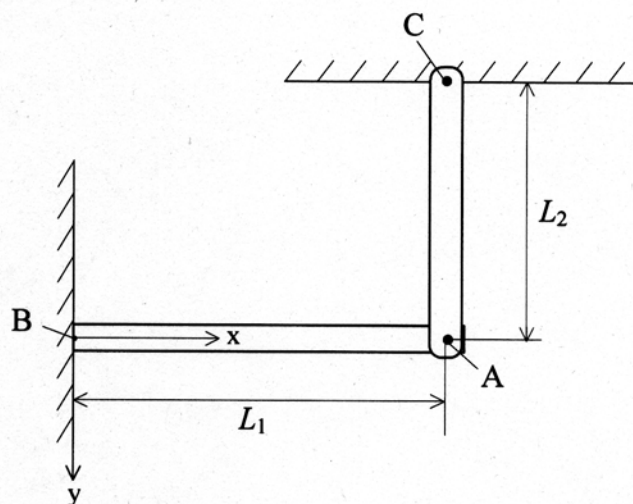

図 4-1
4. 図 4-1 に示すように、一様断面の片持梁 AB (長さ L_1 , ヤング率 E_1 , 断面二次モーメント I_1) の一端 B が剛体壁に固定され、他端 A がヒンジ(蝶つがい)を介して棒 AC (長さ L_2 , ヤング率 E_2 , 断面積 S_2 , 熱膨張係数 α_2) により拘束されている。棒 AC の一端 C はヒンジにより剛体壁に固定されている。梁 AB は水平に、棒 AC は垂直に設置され、無応力状態にあるとする。この状態で、棒 AC のみを ΔT だけ温度上昇させたところ、 y 方向に伸びが生じた。下記の設問(a)~(d)に答えなさい。